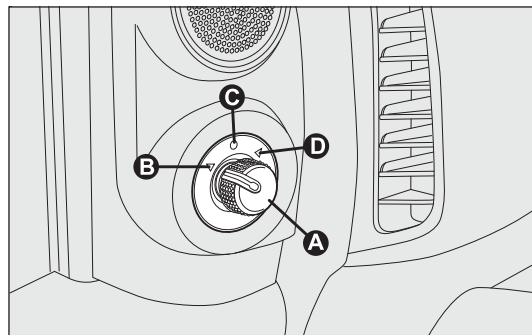

рис. 38
- посредством переключателя А (рис. 38) выбрать нужное зеркало (правое или левое);